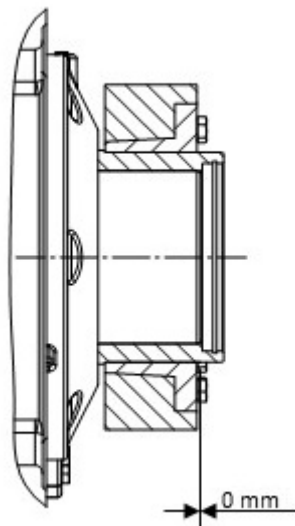

Figura 15: Aro de contracción montado
- Una vez que los tornillos tensores están correctamente apretados, la superficie frontal del anillo interior por el lado de los tornillos debe estar enrasada con la superficie frontal del anillo exterior. Comprobar ópticamente si el aro de contracción se ha deformado por la tensión (Figura 15).